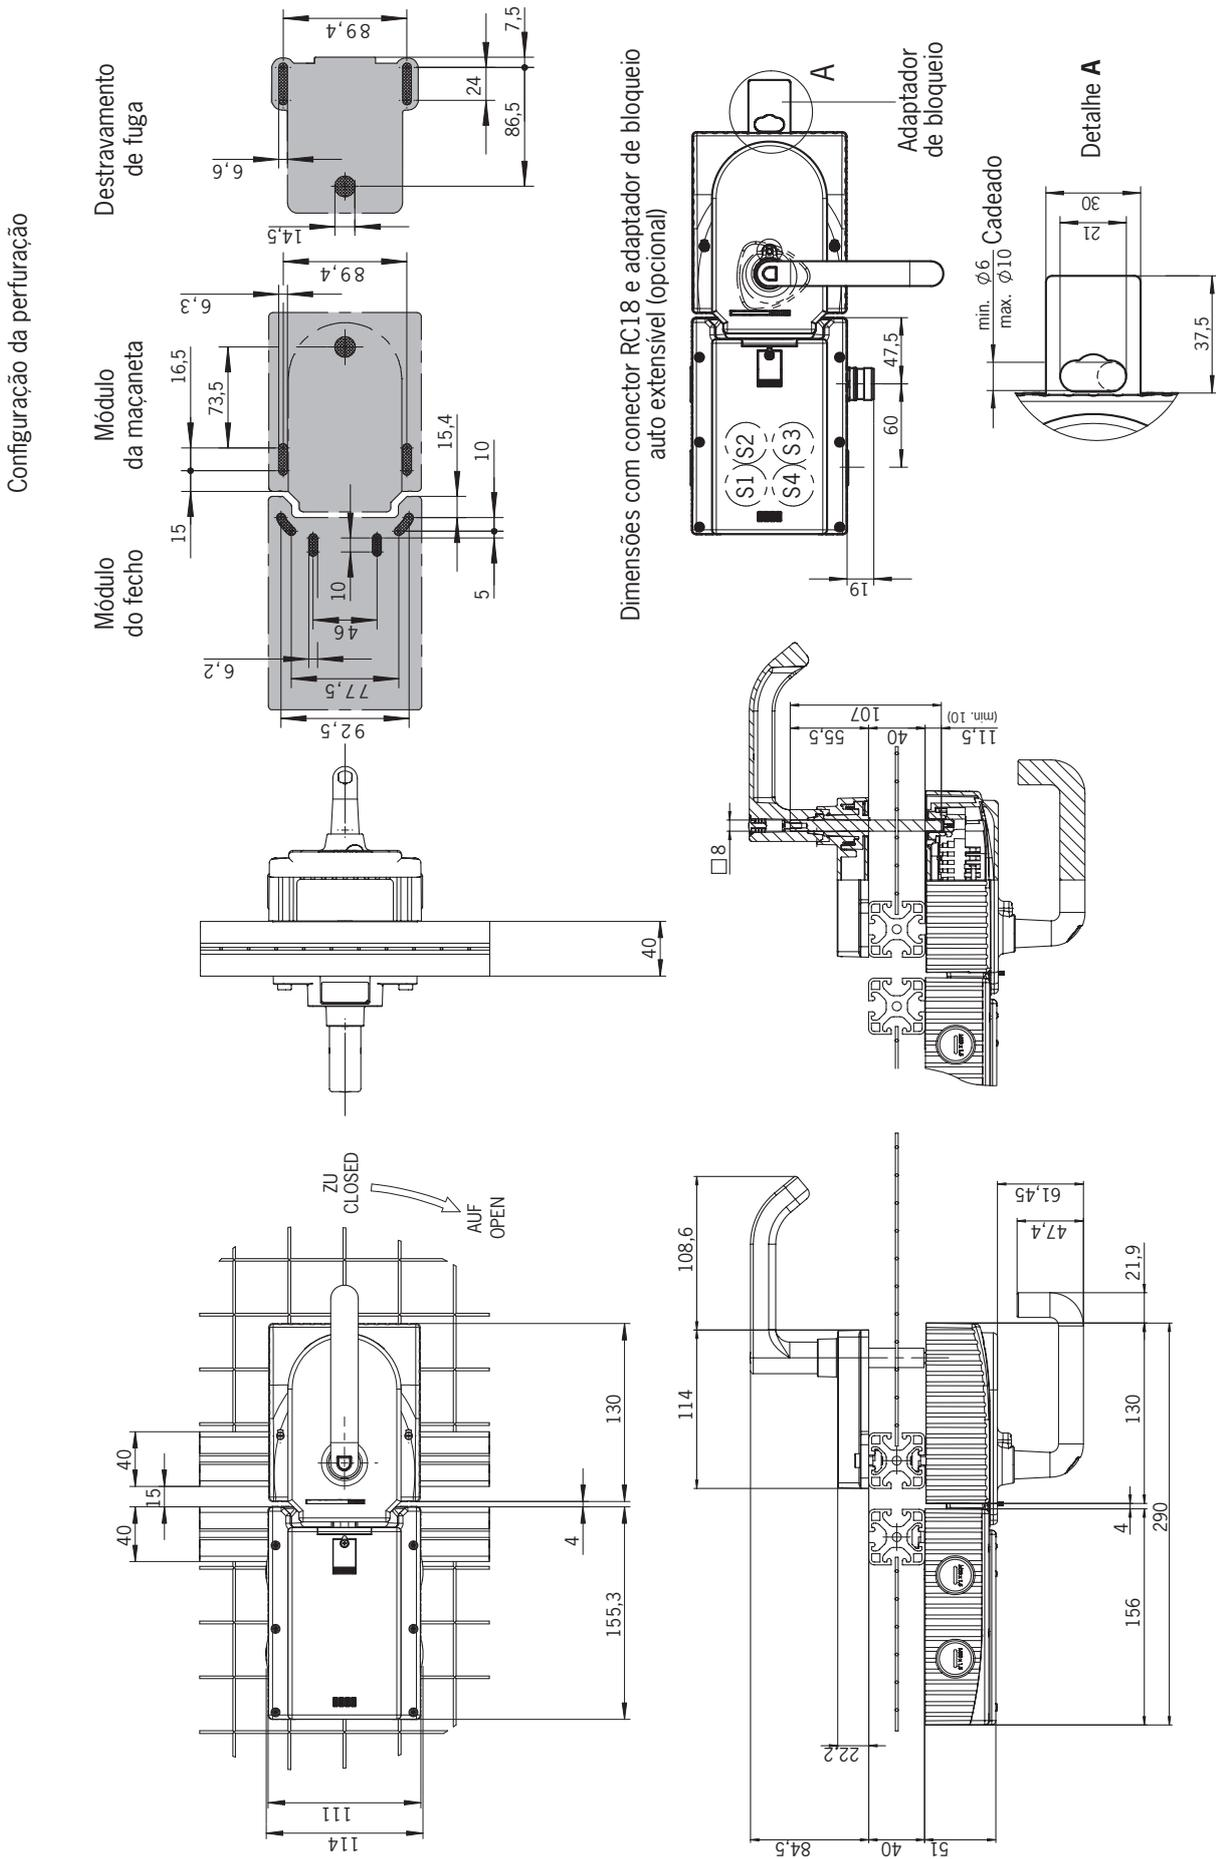
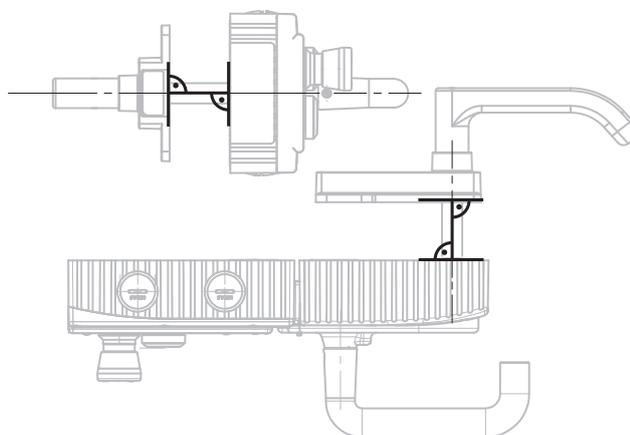

Fig. 4: Desenho dimensional MGB montado, sem placas de montagem opcionais
Fig. 8: Exemplo de montagem de uma porta com batente à direita (visão geral da representação)
- Alinhar o eixo do destravamento de fuga em ângulo reto, em relação ao módulo da maçaneta. Consultar Fig. 4 e Fig. 8.
Consultar as etapas de montagem em *Fig. 8 e Fig. 9 até Fig. 14*.